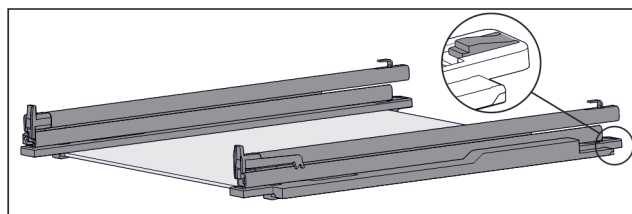

Fig. 133 Steklена plošča z vodili in držalnimi deli
- Držalni del na zadnji strani potisnite navzdol (glejte Fig. 133) in hkrati vodilo potisnite proti zadnji strani.